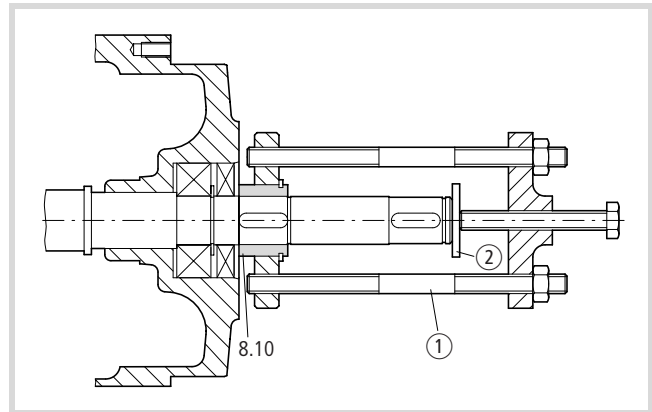

Figure 6 : Extraction de la pièce d'entraînement du disque de friction (8.10)
- ▶ Sortez la pièce d'entraînement du disque (8.10) à l'aide du dispositif d'extraction ① (→ fig. 6).